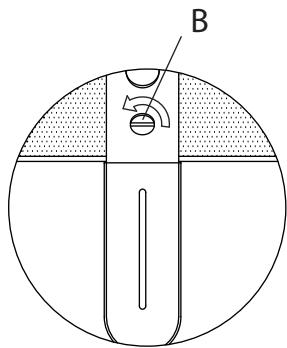

Fig. 3
3. Esta luminaria tiene la característica de poseer articulaciones diseñadas para facilitar un movimiento suave. Para poder optimizar el movimiento de las articulaciones tenemos un tornillo y una llave allen (Fig. 3). Para inmovilizar la articulación se ha de apretar el tornillo, para acentuar el efecto de los muelles lo soltaremos ligeramente.
3. Dieser Beleuchtungskörper zeichnet sich durch Gelenke aus, die zur Erleichterung einer sanften Bewegung gestaltet wurden. Zur Optimierung der Bewegung ist eine Schraube vorhanden und ein Inbuschlüssel (Abb.3) beigelegt; die Schraube zur Feststellung des Gelenks anziehen oder zur Betonung des Federeffekts leicht lösen.
2. Una vez que la pantalla haya hecho tope en el asa y no pueda deslizarse más, hace girar la pieza B (fig. 3) un cuarto de vuelta. La pantalla ya está sujeta.